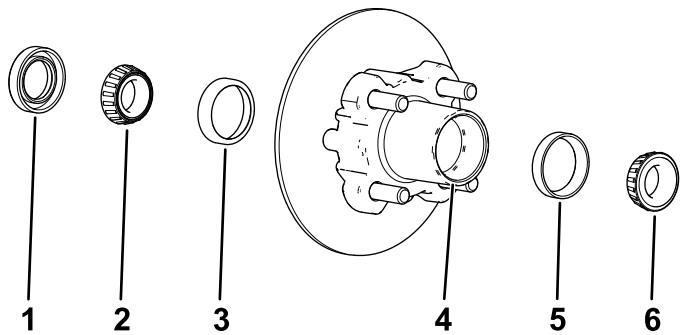

Figure 24
1. Déposez le roulement extérieur du moyeu (Figure 24).
2. Déposez le joint et le roulement intérieur du moyeu (Figure 24).
5. Éliminez la graisse, la saleté et les débris déposés à l'intérieur de la cavité du moyeu (Figure 24).
7. Remplissez la cavité du moyeu de 50 à 80 % environ avec la graisse spécifiée (Figure 24).
8. Assemblez le roulement intérieur sur la bague sur le côté intérieur du moyeu et montez le joint (Figure 24).